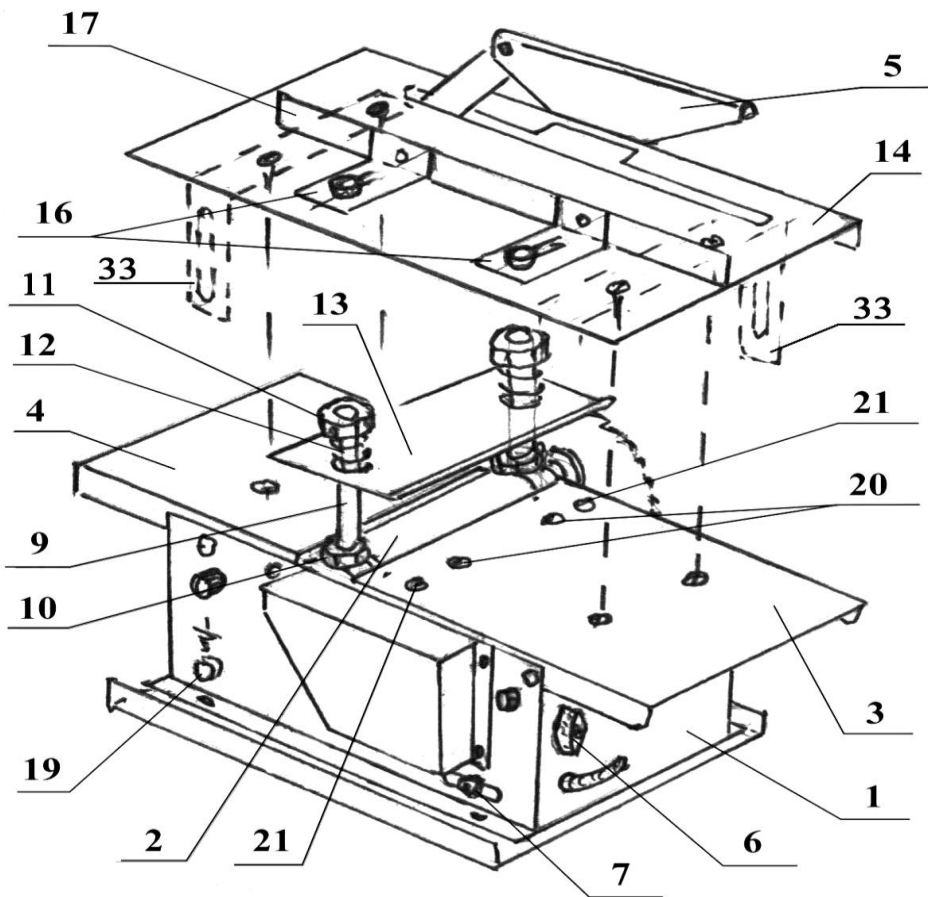

Рис. 1
1.3. Устройство станка. (Рис. 1)
На левой стенке станка имеется гайка (болт) (19, Рис.1) для крепления заземления. При работе на станке используется только стандартный режущий инструмент (пилы, дисковые фрезы, абразивные круги и т.д.) с посадочным диаметром \varnothing 32 мм. В станке применяются асинхронные электродвигатели с продолжительным режимом работы, обладающие увеличенным сроком службы.